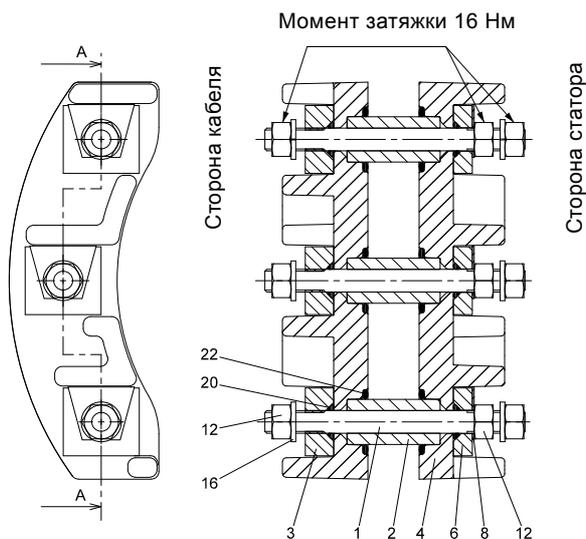

Рис. 5 Стандартная клеммная колодка, типоразмер 72
1. Удалить латунные гайки (12) и пружинные шайбы (10) со стороны кабеля. См. рис. 5.
2. Ослабьте фиксаторы латунных гаек (12) на стороне статора, согнув выступы стопорных пластин (8). Удалить латунные гайки (12) и пластины (8).
3. Снять шайбы (3 и 5), включая кольцевые уплотнения (20).
4. Удалить пластиковые шины (4) с кольцевыми уплотнениями (22) на обеих сторонах.
5. Удалить медные шпильки (1) вместе с втулками (2).